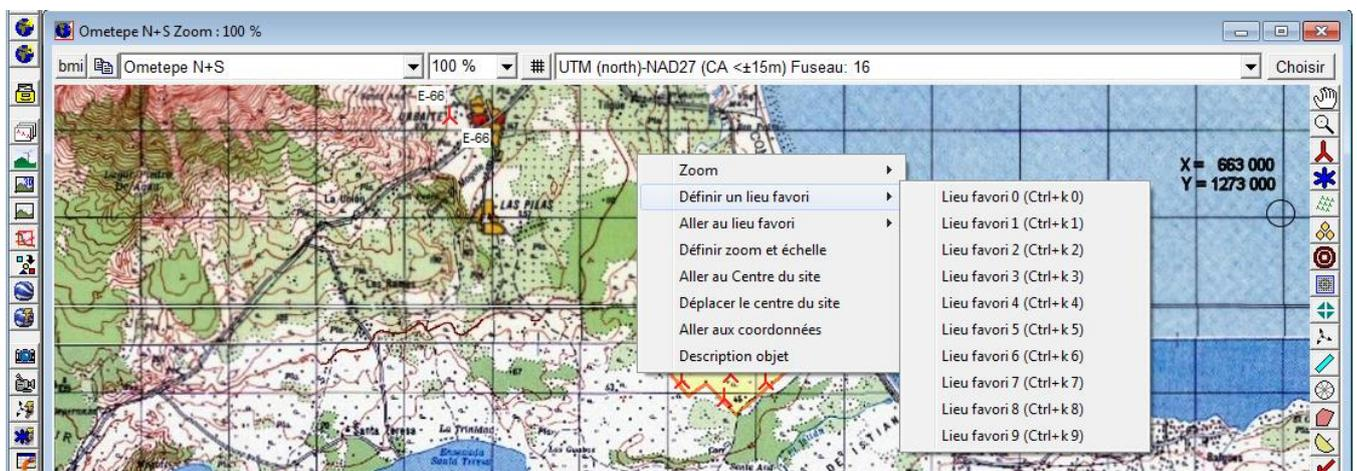

Figure 36
- On peut placer des *Lieux favoris* sur la carte afin de se « déplacer » plus aisément d'un lieu à un autre. Pour créer un favori à l'emplacement du pointeur de la souris, faites un clic droit et suivez le cheminement des menus présentés à la Figure 36. Pour aller à un *Lieu favori* choisissez l'option *Aller au lieu favori*. Alternativement, vous pouvez créer un *Lieu favori 1* par la combinaison de touches <Ctrl>+<k>+<1> et aller au *Lieu favori 1* par la combinaison <Ctrl>+<1>.